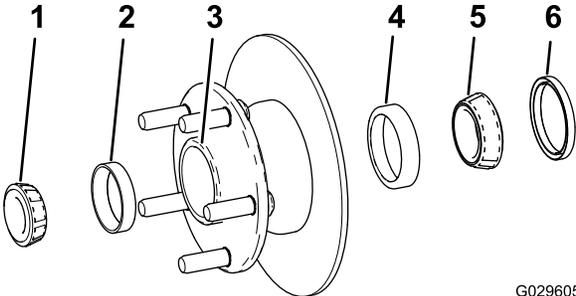

Bild 31
- Nehmen Sie das Außenlager und den Lagerring von der Radnabe ab (Bild 31).
- Nehmen Sie die Dichtung, das Innenlager und den Lagerring von der Radnabe ab (Bild 31).
- Entfernen Sie Fett, Schmutz und Rückstände aus dem Hohlraum der Radnabe (Bild 31).
- Setzen Sie die inneren und äußeren Lagerringe in die Nabe ein (Bild 31).
- Füllen Sie den Hohlraum der Nabe zu 50 % bis 80 % mit der angegebenen Fettsorte (Bild 31).
- Montieren Sie das Innenlager auf dem Lagerring an der Innenseite der Nabe und setzen Sie die Dichtung ein (Bild 31).